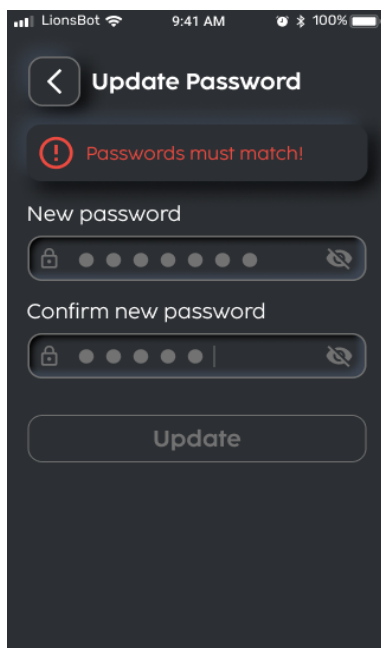

FIGURE 7-8
5. Confirmez le nouveau mot de passe (Fig. 7-8).